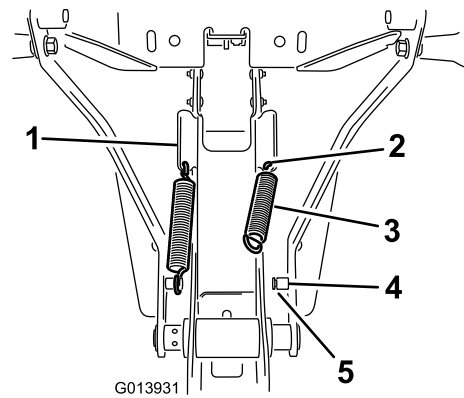

図 19
2. スプリングの一方の端を穴に引っ掛け、もう一方の端をスプリングポストに引っ掛ける 図 19。
3. スプリングの端部が柱の溝に適切にはまっていることを確認する 図 19。
1. フレームアセンブリの側面にあるアングルタブの下端についている穴にスプリングを取り付ける 図 19。